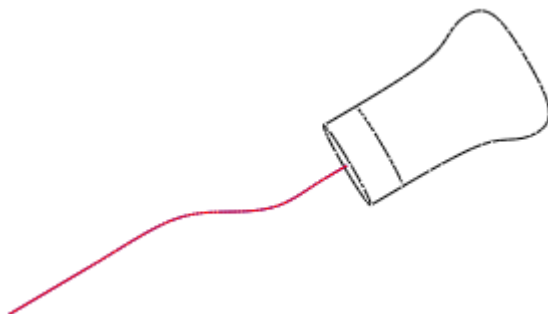

图 48-6
(4) 单击  , 完成曲线的绘制, 如图 48-6 所示。